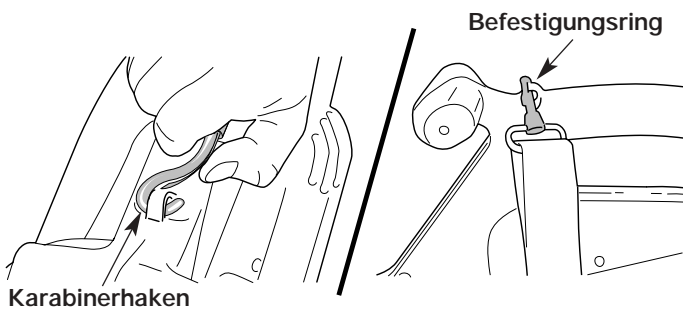

Abb. 7
4. Den Karabinerhaken des Tragegurts am Befestigungsring, der sich oben am Griff befindet, einhaken (Abb. 7).